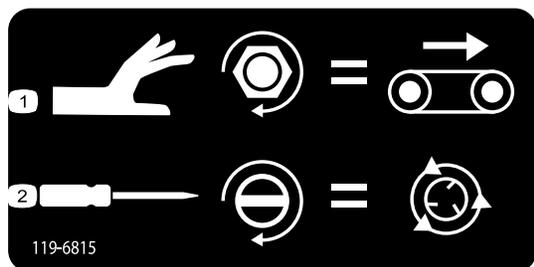

图44
- 要调整输送带速度 图44 请顺时针转动调节钮。当没有液压流量时应使用颜色代码操作系统的最大输送速度。在料斗装满沙子的情况下此设置十分有用。
- 要调整甩盘速度 图44 请使用一字螺丝刀顺时针转动螺丝可增加甩盘速度逆时针转动螺丝可降低甩盘速度。